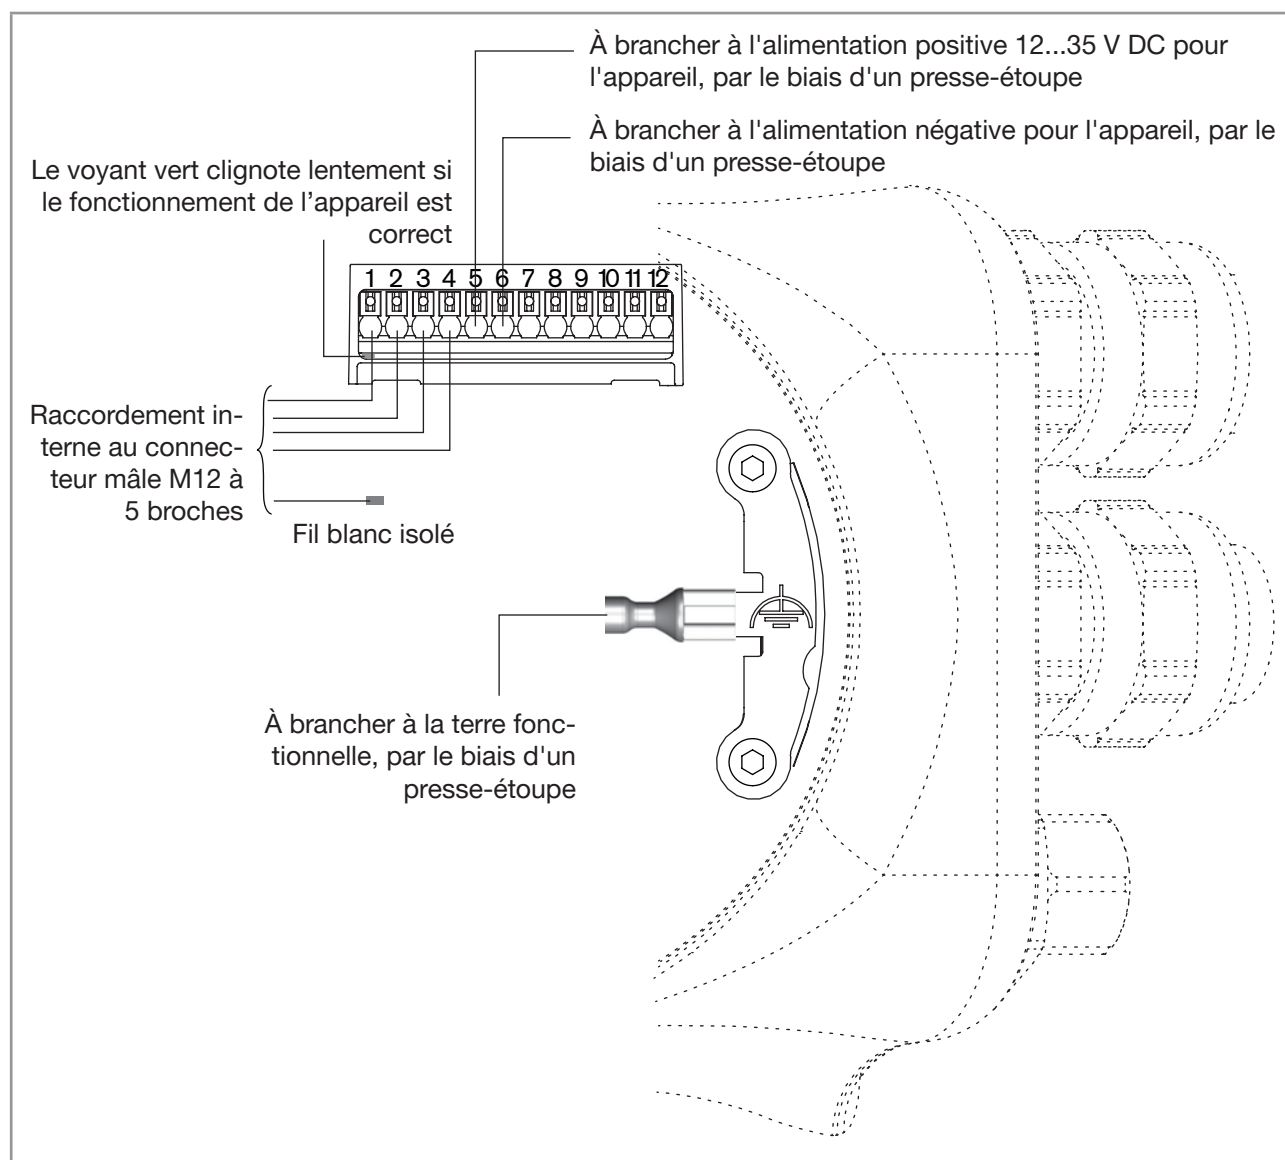

Fig. 31 : Câbler l'appareil à une alimentation électrique 12...35 V DC à l'aide des presse-étoupes M20x1,5
- soit à la plaque de terre fonctionnelle située dans le boîtier du transmetteur (voir Fig. 31 au chapitre 8.13),
3. Brancher l'alimentation de la façon indiquée dans la Fig. 31.